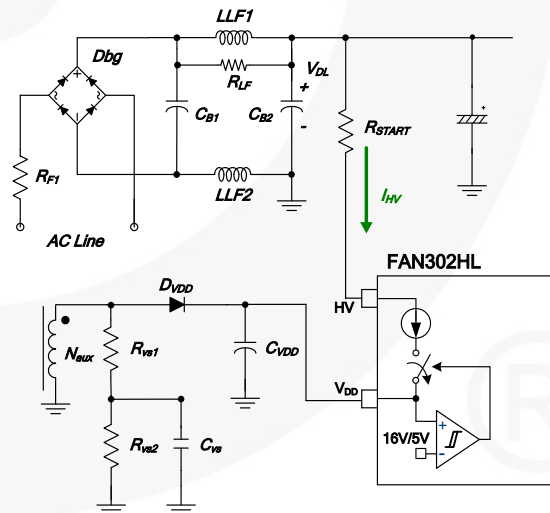
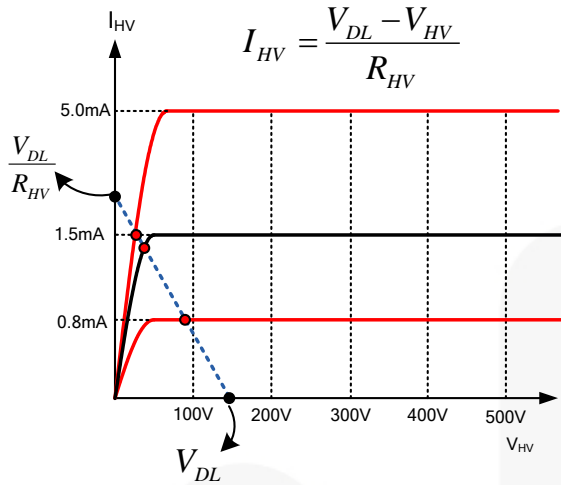

图 33. HV 启动电路
图 34. HV 引脚的 V-I 特性
图 33 显示高压 (HV) 启动电路。从内部来看，JFET 用于实现高压电流源，其特性如图 34 所示。从技术上讲，HV 引脚可直接连接到直流母线 (V_{DL})。然而，要提高可靠性和浪涌抗扰度，通常在 HV 引脚与直流母线之间使用大约 100 k Ω 的电阻。具有给定直流母线电压和启动电阻的实际 HV 电流由 V-I 特性线路和负载线路的交点确定，如图 34 所示。